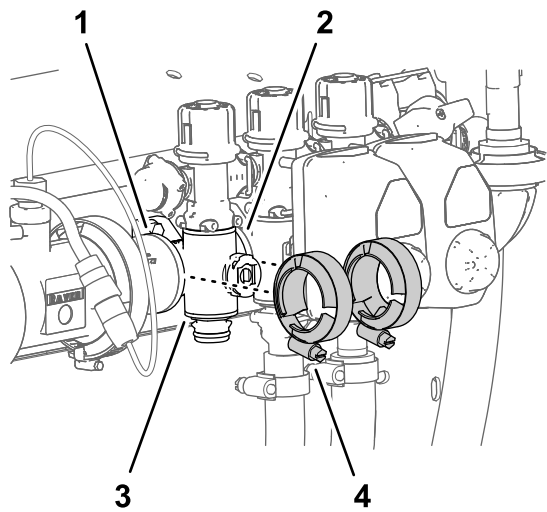

图 115
4. 将在拆下喷洒臂段歧管阀(页码 63)中卸下的法兰夹具松松安装到喷洒臂段阀歧管的法兰上以及其他喷洒臂段阀和/或耦合适配器的法兰上图 115。
- 用手拧紧 2 个法兰夹具 图 115。